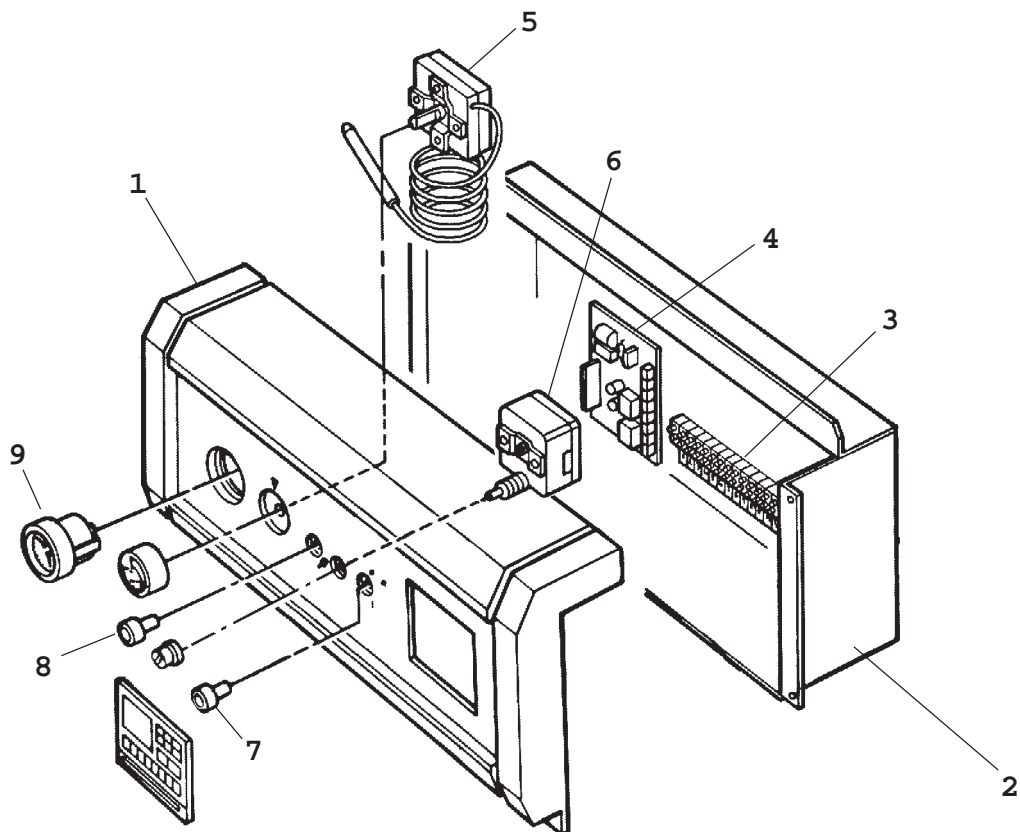

Рис. 5
**Внимание:** особо аккуратно обращайтесь с электронным блоком контроля пламени (часть 4 рис. 5).
## 4.03 Схема приборной панели управления (рис. 5)